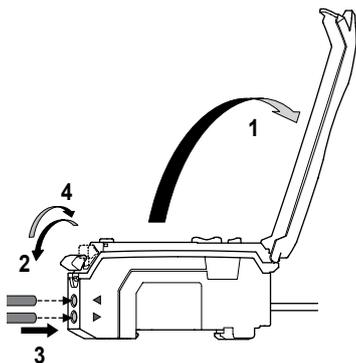

Рис. 3
1. Откройте крышку, как показано на рис. 3.